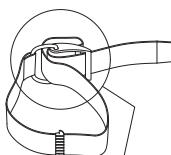
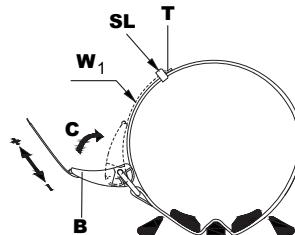

Fig. 2-4
Fig. 2-7
1. Draai de gesp totdat deze vastklikt in de geopende positie. Schuif de riem om de plastic gesp zoals aangebeeld in de afbeelding (Fig. 2-4), maak de riem nat voordat u hem op zijn plaats klemt op de tank en pas de lengte aan (Fig. 2-7).